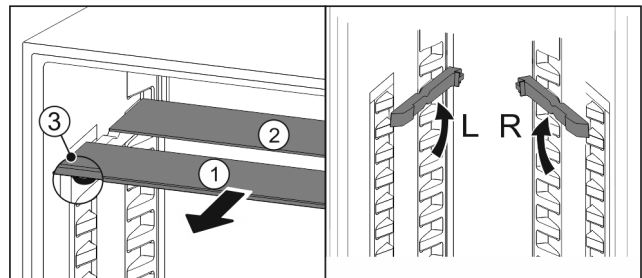

Fig. 31
- ▶ Glasplaten afzonderlijk vanaf de voorkant eruit trekken Fig. 31 (1).
- ▷ Glasplaat Fig. 31 (1) met sierlijst ligt voor.
- ▷ Stops Fig. 31 (3) zijn naar onder gericht.